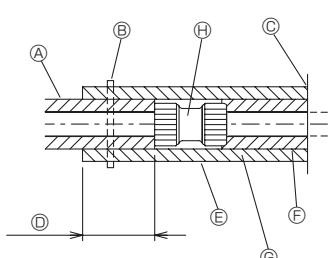

Fig. 4-11
2.После подключения наложите изоляцию на соединительную и открытую секции трубопровода. (Fig. 4-11)